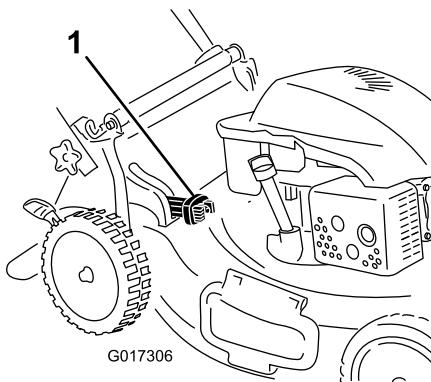

Figura 16
- Para ensacar los recortes de hierba y hojas, presione hacia dentro el botón de la palanca de ensacado a demanda y mueva la palanca hacia delante hasta que salga el botón de la palanca (Figura 16)